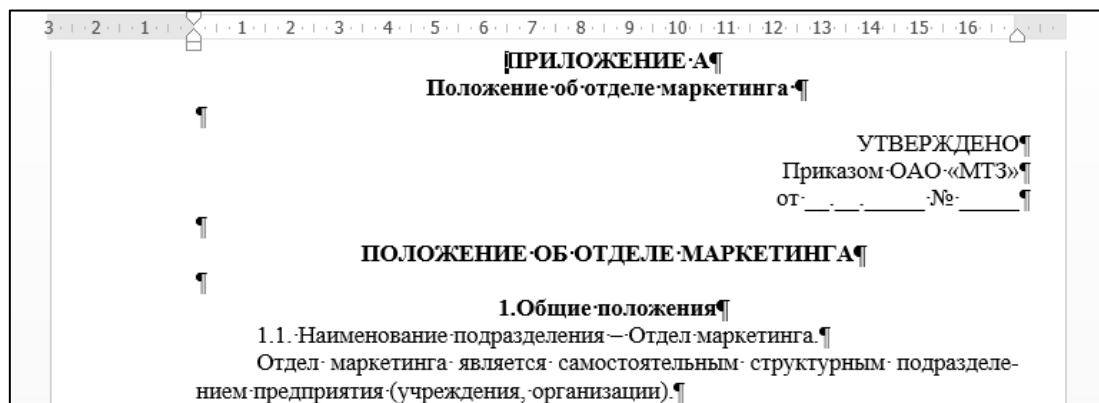

Рисунок 2.10 – Пример текстового приложения
1) текстовое приложение (рисунок 2.10);